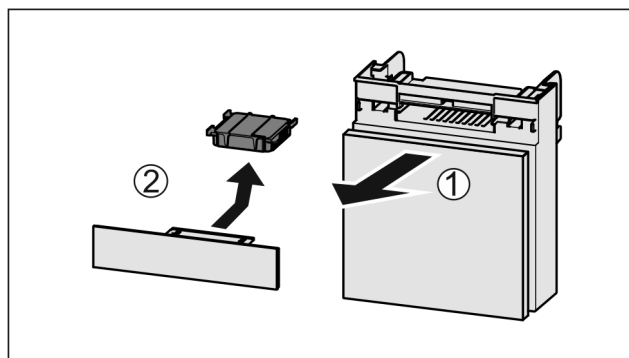

Fig. 98
- Extraire le compartiment par l'avant Fig. 98 (1).
- Sortir le filtre à charbon actif Fig. 98 (2).